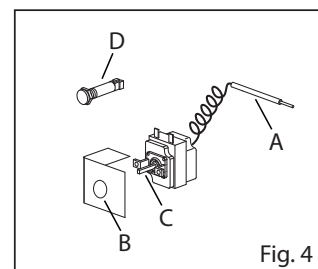

Fig. 4
- Monter l'ampoule neuve (Fig. 4/D)